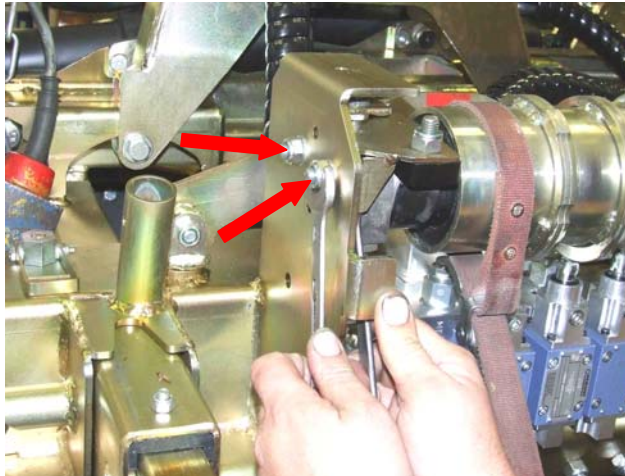

Fig.9
9. Irrota molemmat ruuvit rummun vasemmalta puolelta → Fig. 9